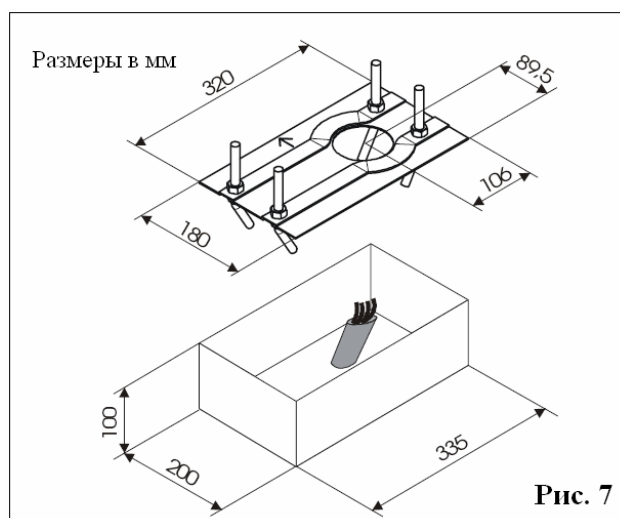

Рис. 7
- 3 После определения местоположения плиты необходимо в соответствии с рис. 7 выполнить фундамент и замуровать плиту, при этом нужно предусмотреть несколько каналов для прохода силового кабеля. С помощью уровня проверить горизонтальность расположения плиты. Дождаться высыхания бетона.